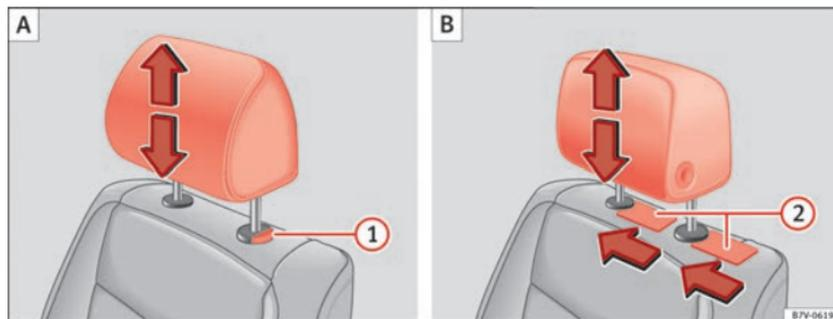

Abb. 87 **A**: Einbau der Kopfstützen ohne Möglichkeit der Längsverstellung, **B**: Einbau der Kopfstützen mit Möglichkeit der Längsverstellung.
- Bei vollständig eingedrücktem Knopf die Kopfstütze entnehmen ⇒ Abb. 87  .